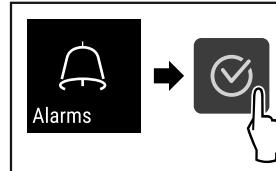

Fig. 97
- Провести етапи операцій (див. Fig. 97) .
- Провести етапи операцій (див. Fig. 97).